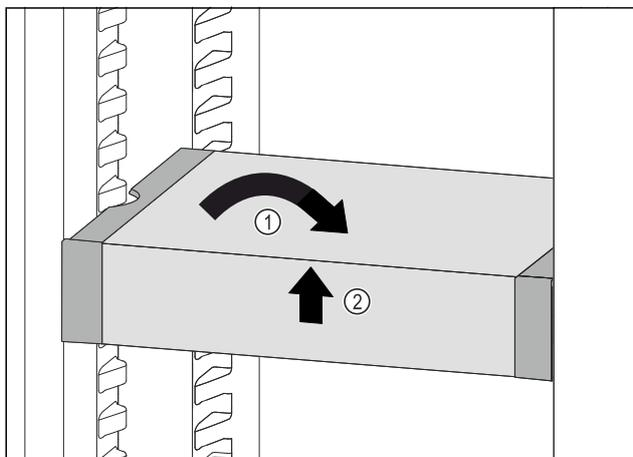

Fig. 84
- Remettre le VarioSafe droit. Fig. 84 (1)
- Soulever la partie avant du VarioSafe. Fig. 84 (2)